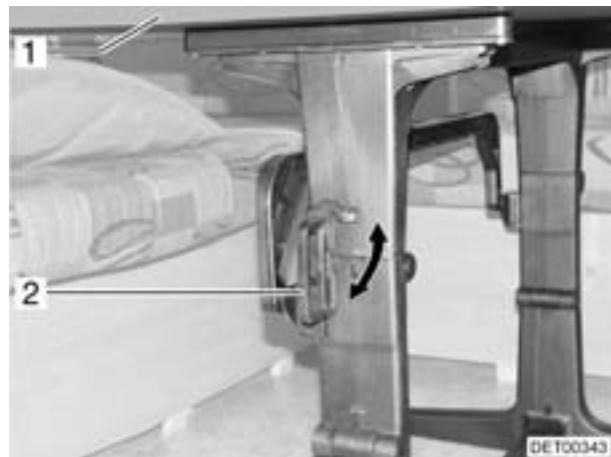

Bild 63 Verriegelung Schwenktisch (Variante 2)
- Den Griff (Bild 63,2) in die waagrechte Position drehen.
- Die Tischplatte (Bild 63,1) in einem Bogen nach unten schwenken.